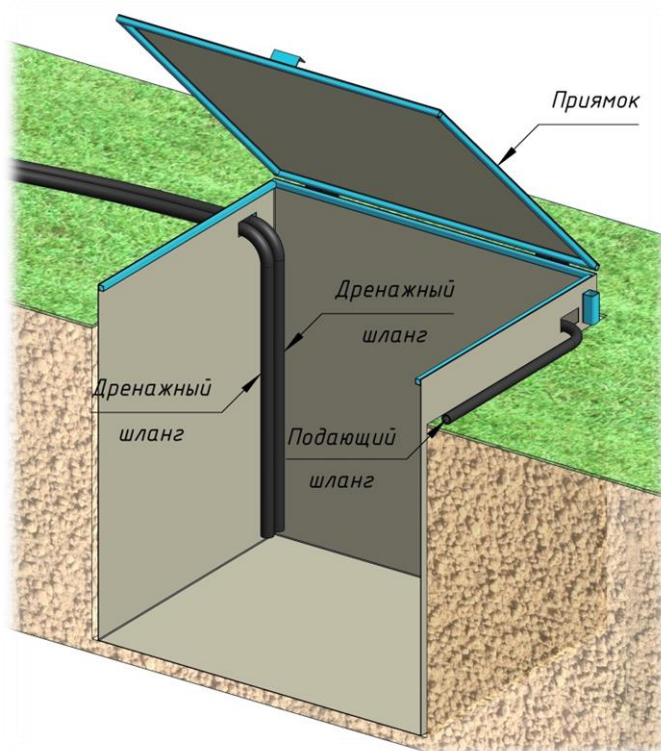

Рисунок 5
– в случае если используется эстакада с 6-метровой рабочей зоной, то с одной стороны в приямок опускаются два дренажных шланга от каждой секции эстакады (смотри рис. 5);